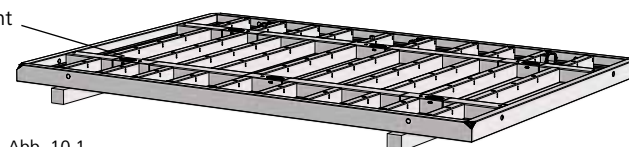

Abb. 10.1
1. Mammut XT Element mit Rahmenseite nach oben auf Kantholz ablegen (Abb. 10.1).
2. MIS Bühne komplett an 4-Strang-Gehänge anhängen und über dem Schalungselement einfliegen (Abb. 10.1 und 10.2).